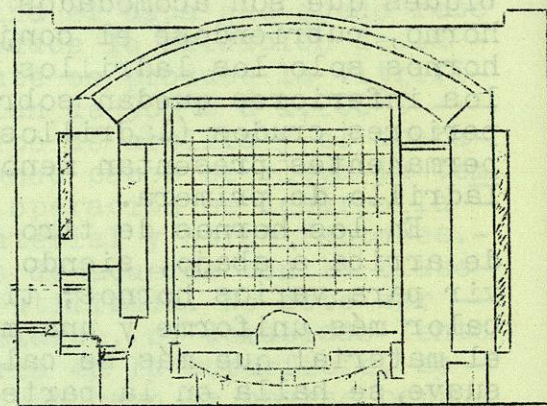

Fig. 34. Horno de Túnel
b.- Hornos de Túnel.- Hornos Rectangulares, generalmente provistos de un ensanchamiento en la parte media o Zona de cocción, la parte anterior actúa como Precalentador y la posterior como Enfriador. El material se introduce en una serie de carros que se mueven lentamente a lo largo del horno hasta alcanzar la parte media en donde se someten a cocción, continuando luego por un tramo suficiente para enfriarse, hasta salir finalmente al otro extremo del túnel. El control de temperatura es excelente y el producto resulta uniformemente quemado. (Fig. 34). Esta clase de hornos son muy apropiados para materiales refractarios y productos de doble cocción, para estos últimos se usan hornos provistos de Mufla en la zona de cocción, para evitar contaminación con los gases.